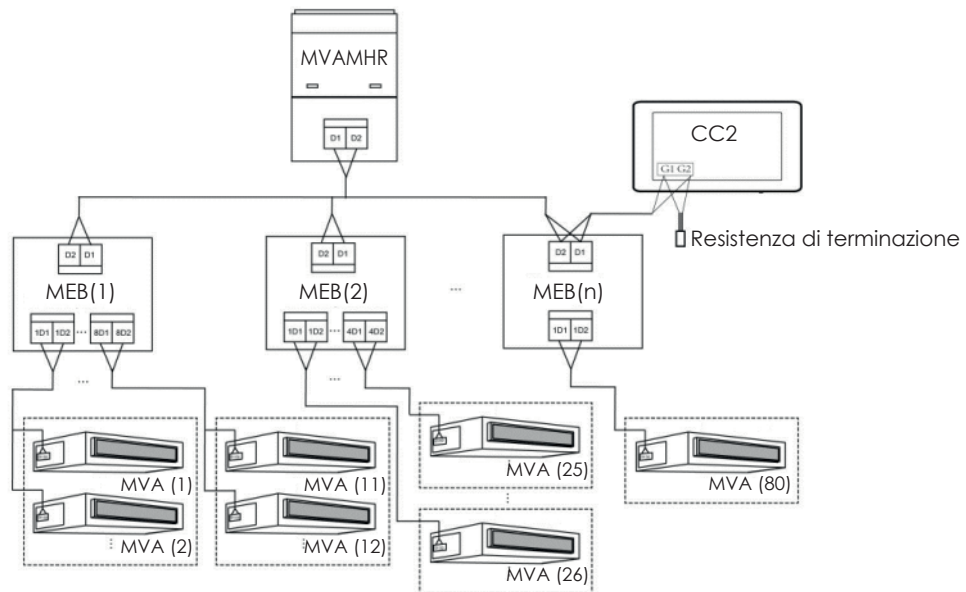

Fig. 3.6 Controller centralizzato collegato alla rete in un sistema a 3 tubi
5. Se il controller centralizzato deve essere collegato alla rete di un impianto 3 tubi, effettuare i collegamenti in base alla fig. 3.6. La modalità 2 è applicabile anche alla commutazione del controller centralizzato nei sistemi a 3 tubi.